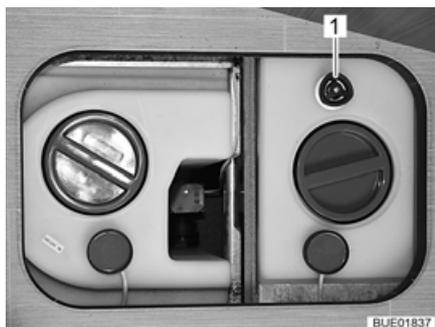

Fig. 192 Depósito de agua con tirador giratorio
- Girar el tirador giratorio (Fig. 192,1) sobre el depósito de agua en sentido de las agujas del reloj, hasta el tope.
- Girar el tirador giratorio (Fig. 192,1) sobre el depósito de agua en sentido contrario a las agujas del reloj, hasta sentir resistencia. El agua se sale hasta sobrar una cantidad residual de 20 l.